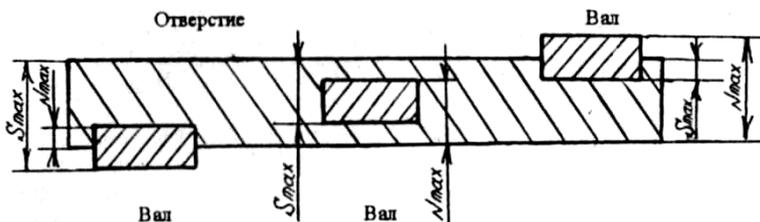

Рис. 3. Схема полей допусков для переходной посадки.
3. **Переходная посадка**, при которой возможно получение, как зазора, так и натяга в соединении, в зависимости от действительных размеров отверстия и вала. При графическом изображении поля допусков отверстия и вала перекрываются полностью или частично (рис. 3).